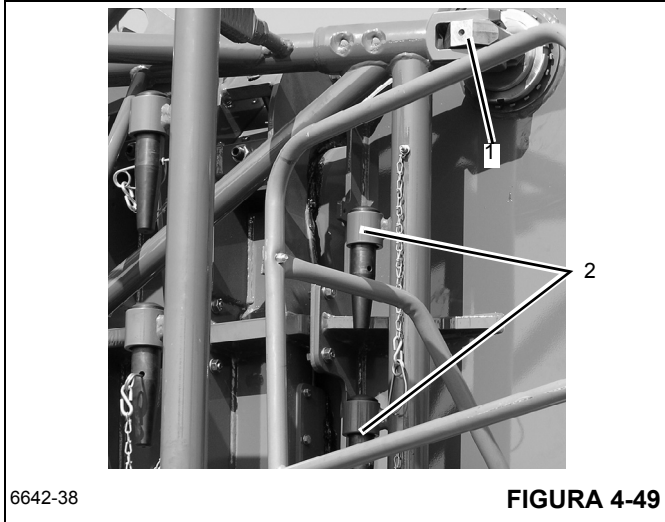

FIGURA 4-49
Nunca retire los pasadores de almacenamiento de las orejetas del lado derecho de la punta de pluma (1, Figura 4-49) hasta que la extensión de celosía de 10.1 m (33 pies) haya sido debidamente asegurada a la rampa de almacenamiento (2, Figura 4-47) y a la escuadra de almacenamiento delantera (2, Figura 4-48).
13. Retire los pasadores de las orejetas del lado derecho de la punta de pluma (1, Figura 4-49). Almacene los pasadores en los retenedores (2) en el plumín e instale las pinzas de retención.